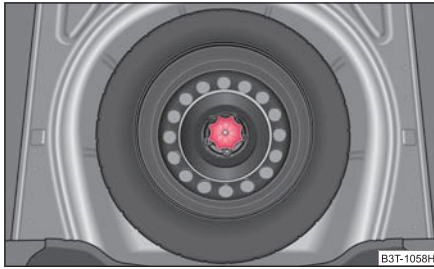

Fig. 216 Portbagajul: Roata de rezervă
Roata de rezervă este situată sub podeaua portbagajului și este fixată cu un șurub special ⇒ fig. 216.
- Depozitați și fixați roata defectă în locașul roții de rezervă, cu șurubul special ⇒ pagina 241, fig. 216.